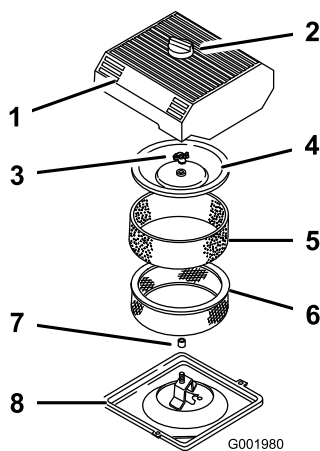

Figure 45
3. Nettoyez la surface autour du filtre à air pour éviter que des impuretés n'endommagent le moteur en tombant à l'intérieur (Figure 45).
- Desserrez le bouton sur le couvercle du filtre à air et déposez le couvercle (Figure 45).
- Sortez délicatement l'élément en mousse de l'élément en papier (Figure 45).
- Dévissez l'écrou du couvercle et enlevez le couvercle et l'élément en papier (Figure 45).
- Glissez délicatement l'élément en mousse sur l'élément en papier (Figure 45).
3. Vissez l'écrou à la main contre le couvercle (Figure 45).
4. Remettez en place le couvercle du filtre à air et le bouton (Figure 45).